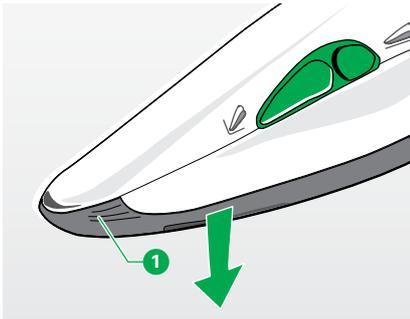

Figura 4.15 Limpiar el set cepillos
- Oprima el accesorio de aspiración en las ranuras del asa (**1**, Figura 4.15) contra el aparato. Asegúrese de que el accesorio de aspiración encaje un clic audible.